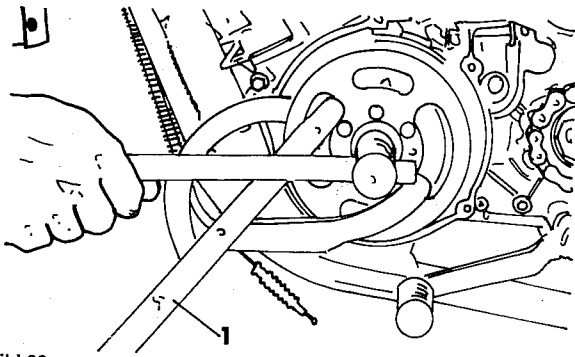

Bild 32
- (das Schwungrad-Haltewerkzeug – Bestellnummer 90890-01235 – verwenden, siehe «1» in Bild 32).